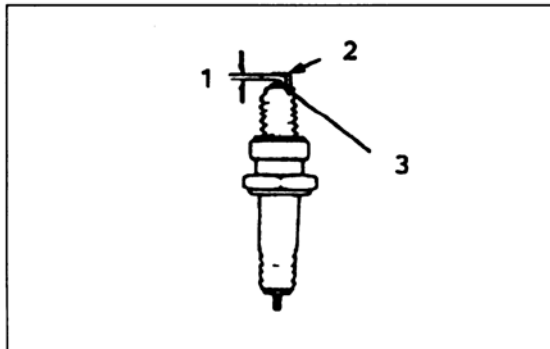

Bild 10
- Elektrodenabstand mit Fühlerlehre messen, er muss 0,8 – 0,9 mm betragen. Gegebenenfalls Mittel-Elektrode nachfeilen, dann Abstand einstellen (Bild 10).